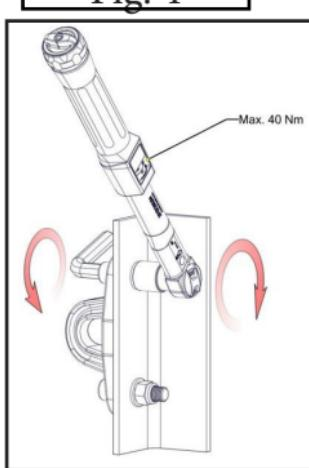

Fig. 6
- * Para pernos de acero inoxidable (A2) y acero resistente a los ácidos (A4) – clase de resistencia no inferior a 70. Los pernos deben apretarse con una llave dinamométrica aplicando un par no superior a 40 Nm. Aumentando el torque puede dañar la estructura de aluminio del punto de anclaje PAF 150 o romperlo en caso de desnivel de superficie de contacto (Fig.6).
The bolts must be tightened with a torque wrench applying a torque not exceeding 40 Nm. Increasing the torque can damage the aluminum structure of the PAF 150 anchor point or break it in case of unevenness of contact surface (Fig.6).